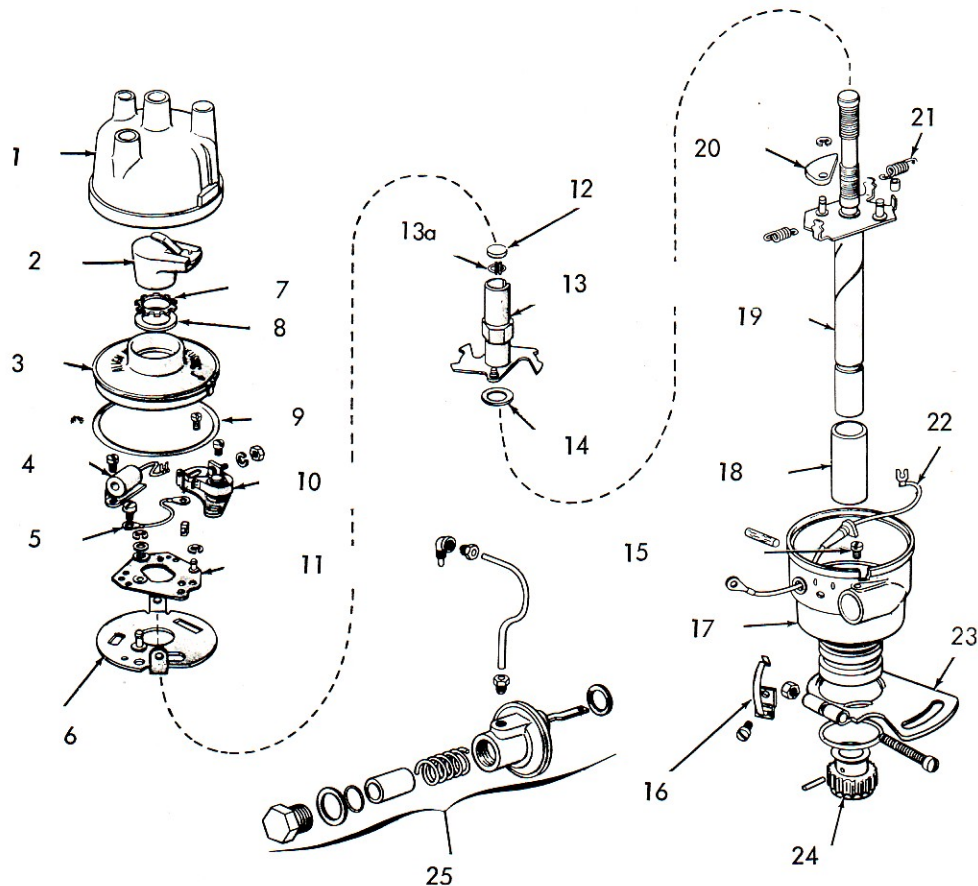

Fig. 65.
Se référer à la Fig. 65 pour l'identification des pièces de l'allumeur.
12. Retirer la rondelle de butée de l'arbre d'allumeur (Fig. 65).
Se référer à la Fig. 65 pour l'identification des pièces en cours de remontage.